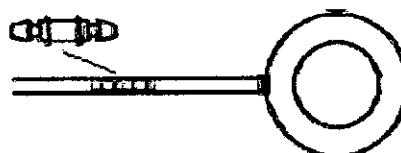

Figura 3.5.2
2. Acoplar el tubo ligado al Expansor Tisular a la parte libre de la conexión hasta que encuentre el otro tubo (ver figura 3.5.2).